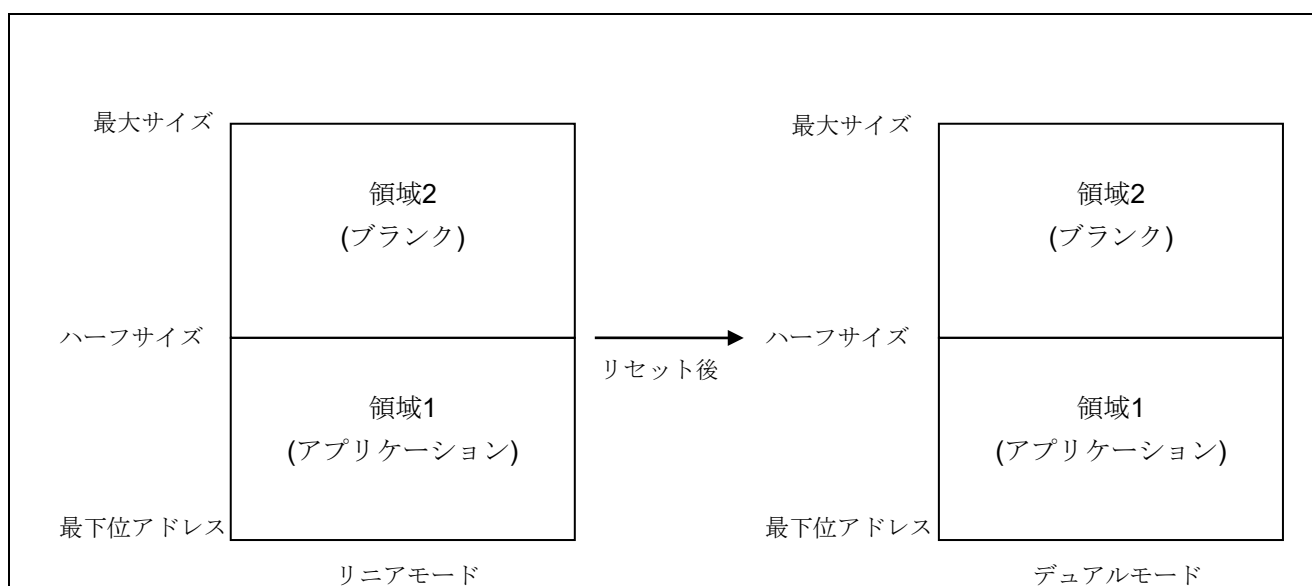

図 5.1 リニアモードでのデュアルモード用アプリケーションの書き込み
【条 件】 図 5.1 の領域 2 への書き込みは行わない
2. デュアルモードに設定されたオプション設定メモリ用のプログラムファイルおよび、図 5.1 の領域 1 のプログラムファイル（アプリケーション）を書き込む
【備考】リニアモードからデュアルモードに変更する場合、図 5.1 の領域 2 はブランクであることが推奨されます。